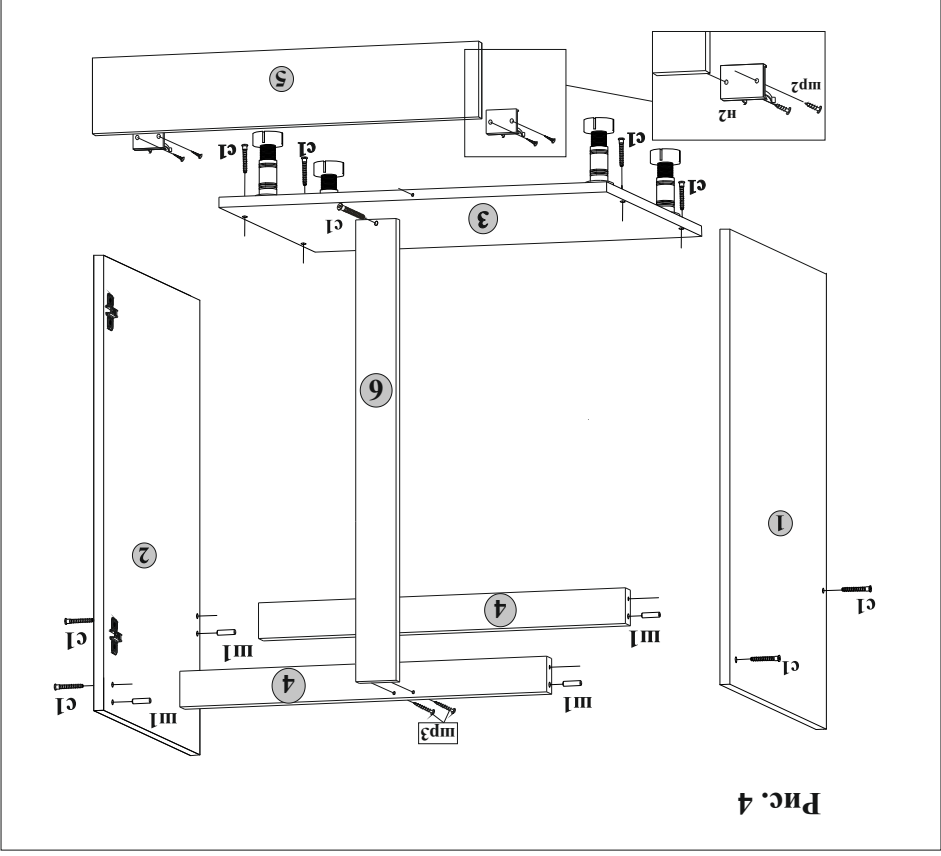

Рис. 4
5.4. В отверстие диаметром 8 мм на торцевых краяхах детали 4 вставить шканты ш1 (рис.4). **ВНИМАНИЕ:** если шкант выступает из отверстия более чем на 10 мм, его необходимо укоротить.
5.5. Соединить между собой детали корпуса 1, 2, 3, 4 и стянуть стяжками винтовыми c1, пользуясь ключом k1. Прикрутить фальш-панель 6 к корпусу шкафа - в нижней части cтяжкой c1 к штылю нижнему 3, в верхней части - шурупами mp3 к планке жесткости 4 (рис.4).